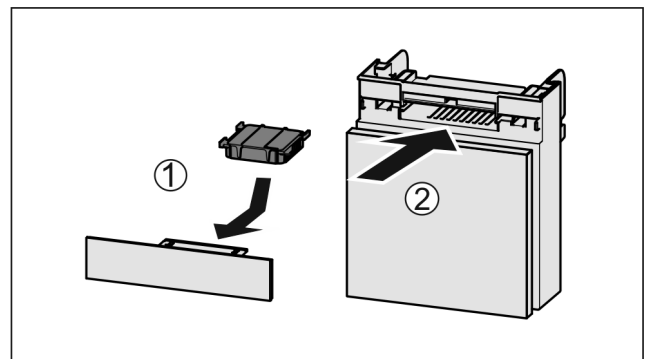

Fig. 127
- Inserire il filtro a carboni attivi come illustrato nella figura *Fig. 127 (1)*.
- Inserire il vano *Fig. 127 (2)*.